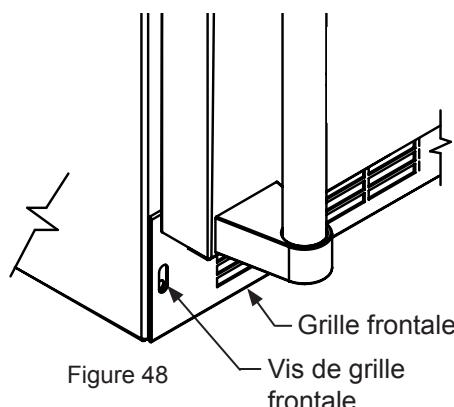

Figure 48
12. Enlevez la grille de protection frontale (voir les Figure 48 et Figure 49), et utilisez une brosse et un aspirateur pour éliminer la saleté et les débris de sous l'appareil.